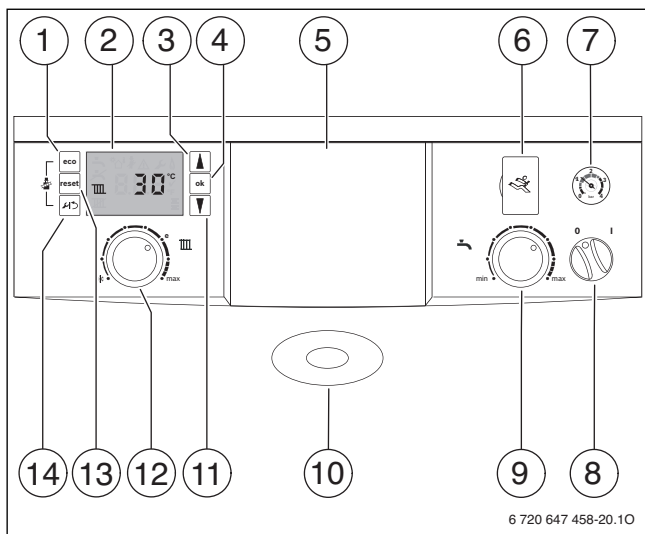

Fig. 5 Elementi di comando
- centralina climatica installata sul frontale dell'apparecchio, → fig. 5, [5].